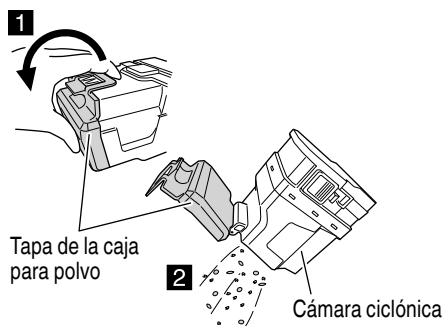

Fig. 14
- (2) Limpie el polvo de la cámara ciclónica (Fig. 14).